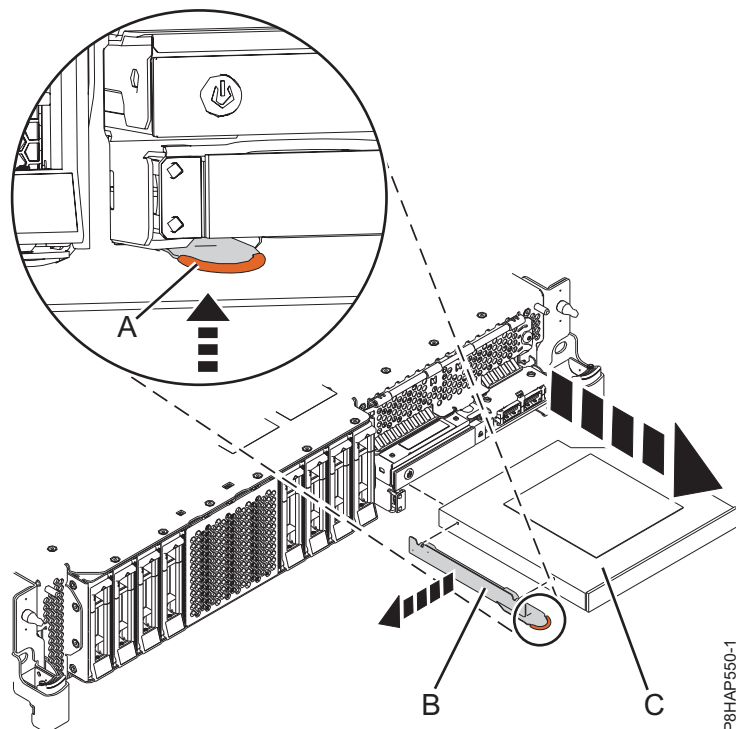
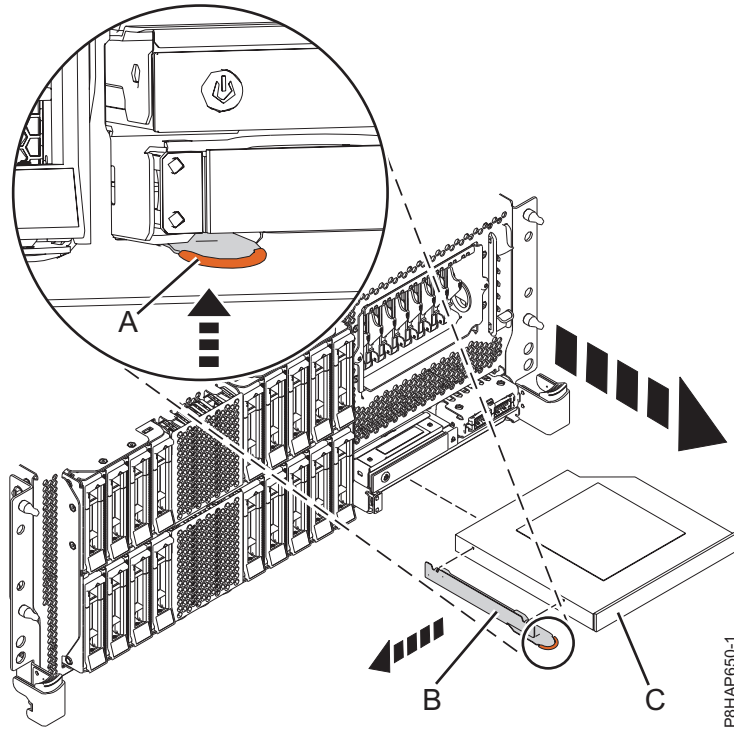
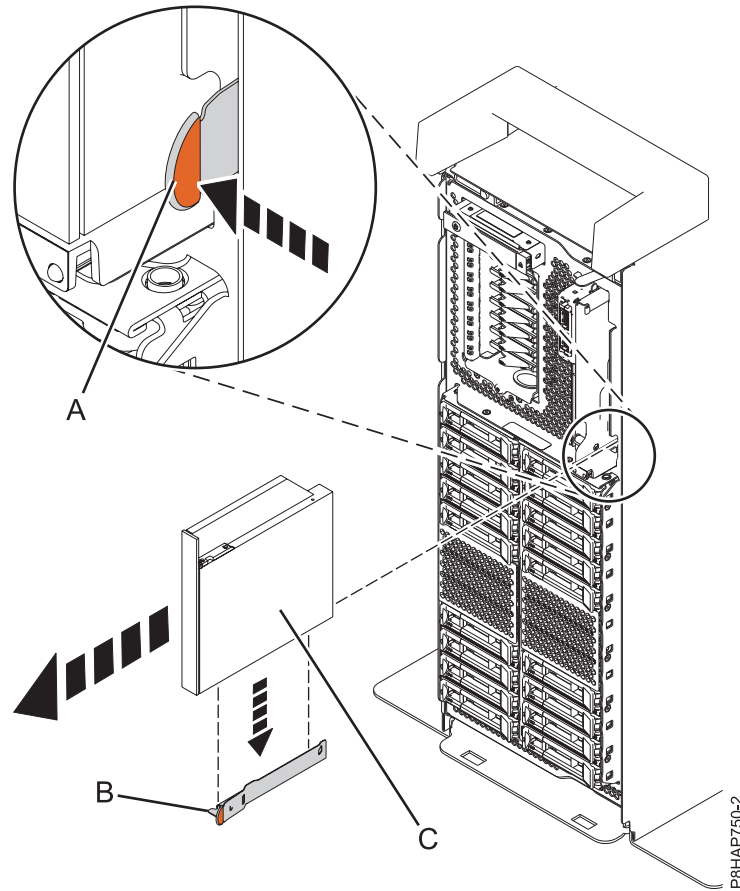

図 46. 5148-21L、5148-22L、 8247-21L、8247-22L、8284-21A、または 8284-22A システムからのスリムライン・メディア・デバイスの取り外し
図 47. ラック・マウント型 8247-42L、8286-41A、または 8286-42A システムからのスリムライン・メディア・デバイスの取り外し
図 48. スタンドアロン型システムからのスリムライン・メディア・デバイスの取り外し
5148-21L、5148-22L、 8247-21L、8247-22L、8284-21A、または 8284-22A システムについては 図 46 を、ラック・マウント型 8247-42L、8286-41A、または 8286-42A システムについては 60 ページの 図 47 を、また、スタンドアロン型 8286-41A システムについては 61 ページの図 48 を参照してください。
6. 59 ページの図 46、60 ページの図 47、または 図 48 に示す方向に、スリムライン・メディア・デバイス (C) をシステムから引き出します。
8. 他の保守手順の一環としてスリムライン・メディア・デバイスを取り外した場合は、保持ブラケット (B) をスリムライン・メディア・デバイスから取り外さないでください。
9. 障害のあるスリムライン・メディア・デバイスを取り外して新しいスリムライン・メディア・デバイスに取り替える場合、新しいメディア・デバイスで使用するために、取り外した保持ブラケット (B) を必ず保存しておいてください。59 ページの図 46、60 ページの図 47、または 図 48。
10. 保持ブラケット (B) は安全な場所に保管してください。